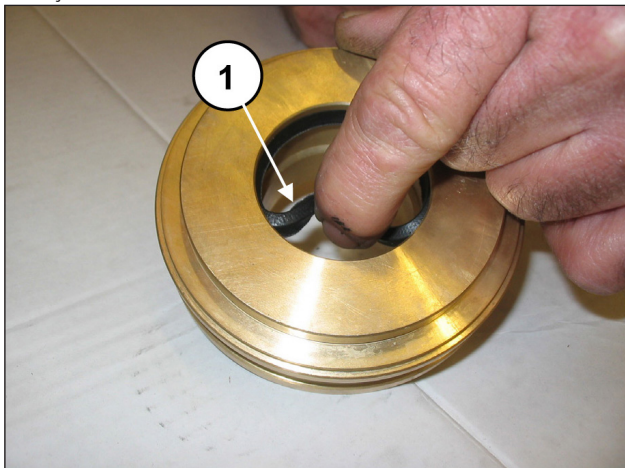

Fig. 124
Insira os forros de baixa pressão no suporte do forro (pos. ①, Fig. 124) prestando atenção para o sentido da montagem, que fornece a borda de vedação para a frente (na direção do cabeçote).